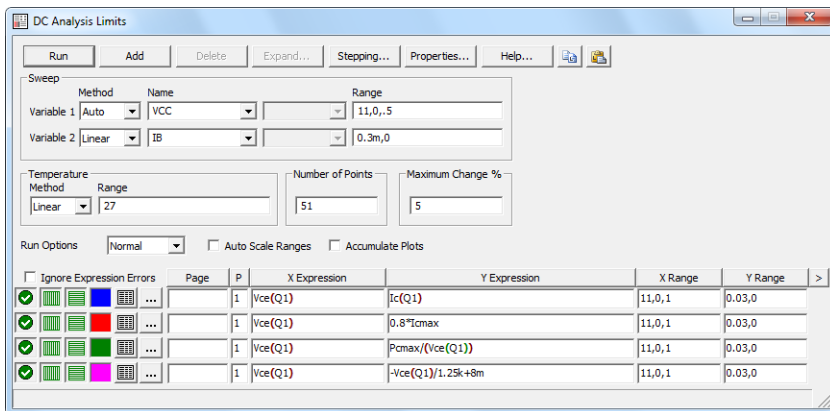
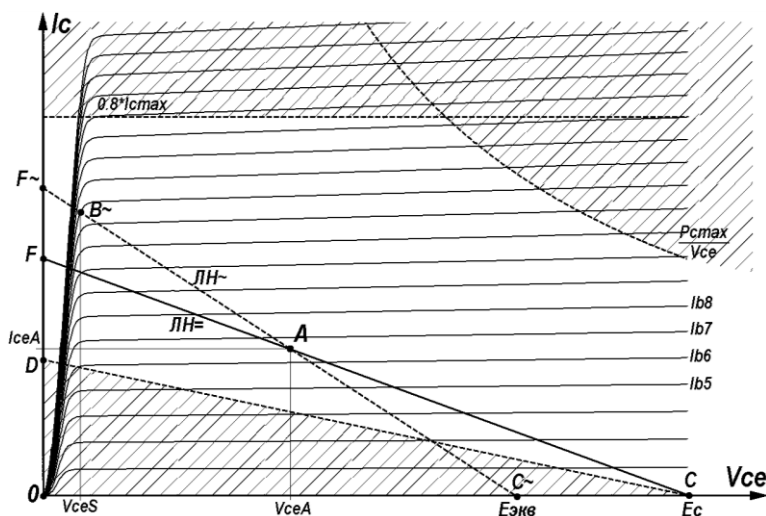

Рис. 8.3. Окно расчета режима по постоянному току
Рис. 8.4. К графоаналитическому синтезу усилительных каскадов на биполярных транзисторах
напряжений  $V_{CE}$  и определяется заданным напряжением питания каскада  $E_C$  – точка  $C$ . Вторая точка находится на оси токов  $I_C$  – точка  $D$ . Т.о., получаем функцию  $-V_{CE}(Q1)/R_{\Sigma \max} + E_C/R_{\Sigma \max}$ . После перечисленных построений (рис. 8.3) графическое окно с семейством характеристик и ограничительными линиями должно иметь вид, близкий к рис. 8.4.
Используя команды рисования графических объектов , построить линию нагрузки на постоянном токе усилительного каскада таким образом, чтобы она не зашла в запрещенные области (показанные на рис. 8.4 штриховкой). Примерное положение линии нагрузки на постоянном токе ( $I_{ЛН}$ ) представлено на рис. 8.4 отрезком прямой  $FC$ . Подписать кривые в семействе выходных характеристик транзистора, выполнив команду **Scope**→**Label Branches**. Сохраните схему на диске под именем **BJT\_OUT.CIR**.
2.8. Определите по полученной линии нагрузки (рис. 8.4) суммарное сопротивление  $R_{\Sigma} = R_C + R_E$ , используя ординату точки пересечения линии нагрузки на постоянном токе с осью тока  $I_C$ :
сопротивление нагрузки, линия нагрузки по переменному току ЛН~ будет иметь более крутой наклон, чем линия нагрузки по постоянному току ЛН= (рис. 8.4). Для обеспечения максимального размаха напряжения на нагрузке при заданном напряжении питания необходимо так выбрать точку покоя каскада — точку А (рис. 8.4), чтобы отрезки линии нагрузки на переменном токе [В~,А] и [А, С~] были бы приблизительно равны. Определите напряжение коллектор-эмиттер каскада в точке покоя  $V_{CEA}$  и ток коллектора в точке покоя  $I_{CA}$  по полученной линии нагрузки (рис. 8.4) или используя выражения
2.11. Определите приблизительно ток базы покоя усилительного каскада. Согласно рис. 8.4 он может быть определен как  $I_{BA} = (I_{B6} + I_{B7})/2$ .